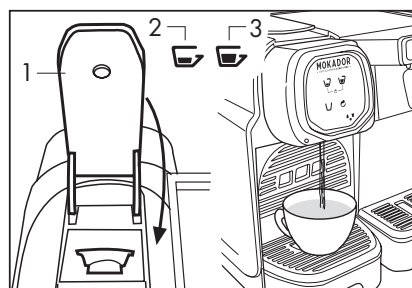

Fig. 10
- Richiudere completamente la leva (1), premere un simbolo erogazione (2-3) in base ai propri gusti premendolo nuovamente per arrestare l'erogazione quando si è raggiunta la quantità desiderata di caffè o bevanda **(Fig. 10)**.